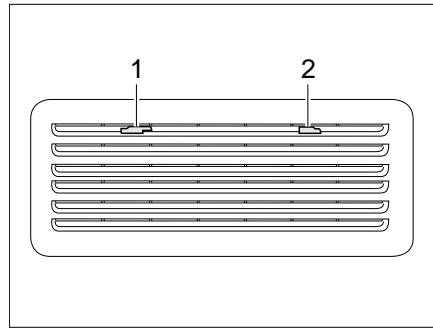

Bild 197 Kühlschrank-Lüftungsgitter (Thetford)
- Arretierung (Bild 197,1) zur Mitte schieben.